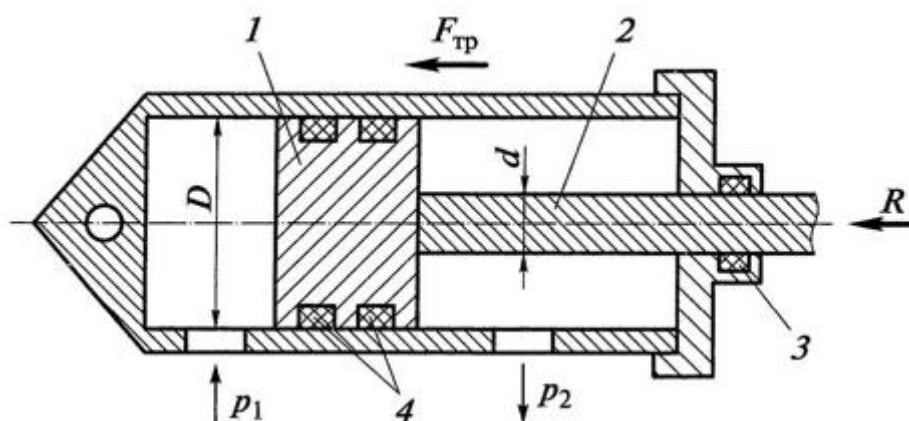

Рис. 2
3. Определить давление масла p_1 , подводимого в поршневую полость гидроцилиндра, если избыточное давление в штоковой полости p_2 , усилие в штоке R , сила трения в подвижных сочленениях $F_{тр} = 1,1 \text{ кН}$, диаметр поршня $D = 125 \text{ мм}$, диаметр штока $d = 70 \text{ мм}$ (рис. 2).